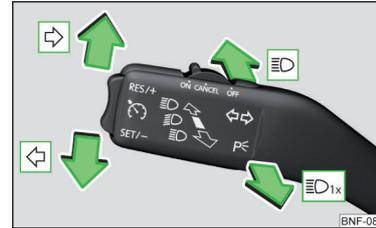

Fig. 41
Posiciones de la palanca de mando » fig. 41
- Presione la palanca de manejo hasta el tope en la posición \rightarrow o \leftarrow » fig. 41 de la pág. 48.